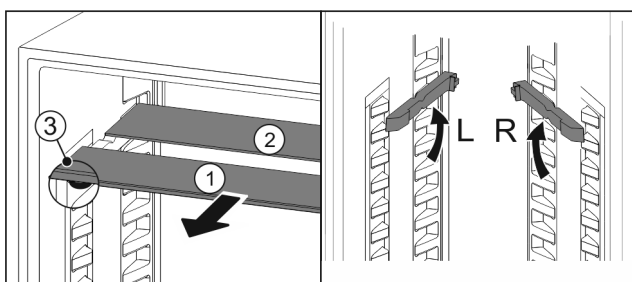

Fig. 195
- ▶ Skleněné desky jednotlivě vytáhněte dopředu Fig. 195 (1).
- ▶ Skleněná deska Fig. 195 (1) s ozdobnou lištou leží vpředu.
- ▶ Zářky Fig. 195 (3) směřují dolů.